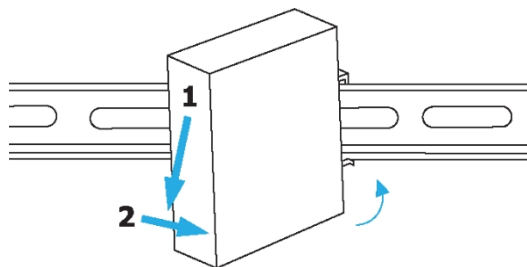

Abbildung 2
2. Montieren Sie den **galvanischen USB 2.0-Isolator**, indem Sie die **Montageplatte** schräg von oben auf die **DIN-Schiene** aufsetzen und gegen die **DIN-Schiene** drücken. (Abbildung 2)